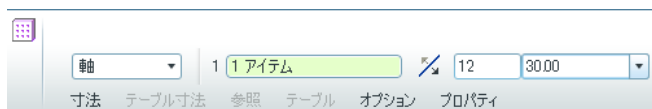
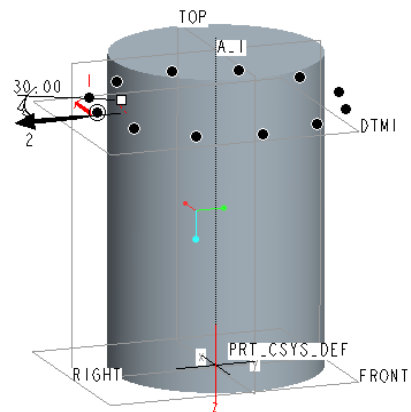

図 13-16 個数と角度の入力
図 13-17 パターン化実施時の表示
- ・ 図 13-16 のようにダッシュボード上に表示されている「寸法」を「軸」に変更し、次いでフィーチャーの「Z 軸」をクリックする。さらに「1 アイテム」と表示されている「パターンメンバーの数」を「12」個に、またその右の角度を「30」度に変更する。すると以下の図 13-17 のような表示になる。